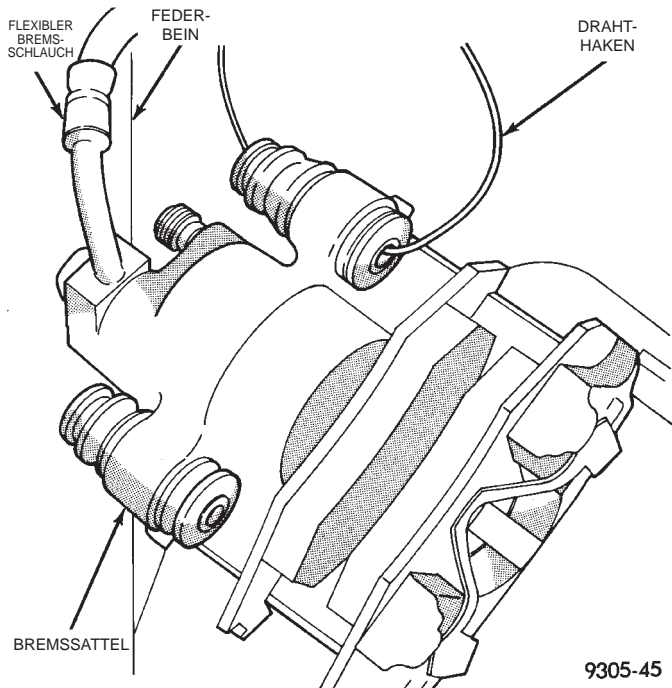

Abb. 45 Bremssattel aufhängen
(5) Bremssattel mit einem Drahhaken am hinteren Federbein aufhängen, um den flexiblen Bremschlauch vor Beschädigungen durch das Gewicht des Bremssattels zu schützen (Abb. 45).